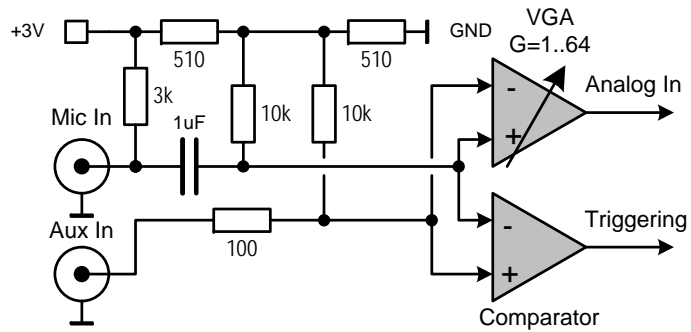

Рис. 6: Схема включения входов Aux In и Mic In, формирующих сигналы Analog In и Triggerring
Сигналы со входов Aux In и Mic In подаются на усилитель с переменным усилением (VGA) и компаратор, формируя соответственно сигналы *Analog In*, используемый в качестве модулирующего сигнала, и *Triggering* – для синхронизации запуска в режимах качания (Sweep Frequency, Sweep Level), рис. 6.
i Схема включения приведена на рис. 6
– (External) сигнал *Analog In*, формируемый входами Aux In и Mic In (рис. 6), в качестве модулирующего в режиме FM или PhM;